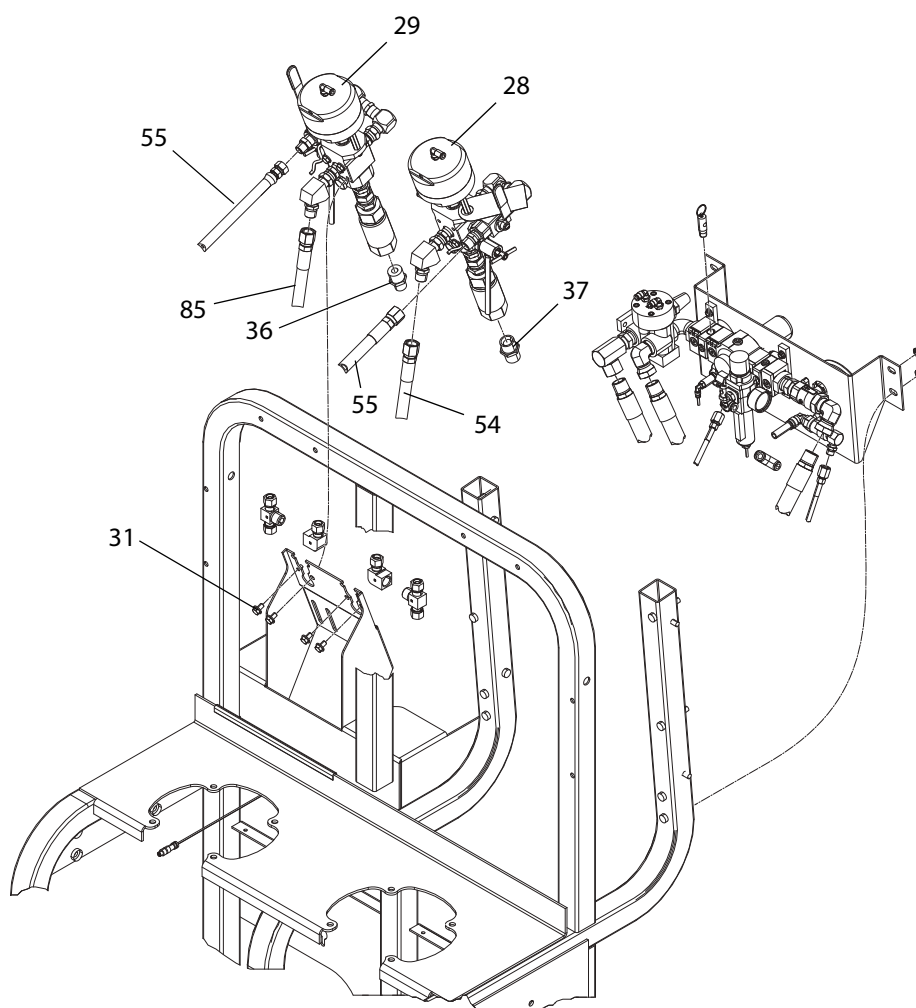

Рис. 6
2. Отсоедините все линии подачи жидкости от дозирующих клапанов (28 или 29). См. Рис. 6.
3. Извлеките два болта (31), с помощью которых дозирующий клапан крепится к кронштейну.
5. Отсоедините датчик давления (831) от дозирующего клапана. См. стр. 74.